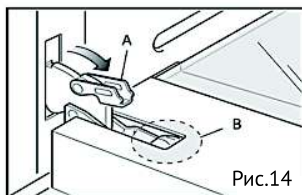

Рис.14
- Потяните на себя фиксатор «А» (рис. 14)
- Плавное закройте дверцу, до легкого упора в фиксаторы. Убедитесь, что фиксатор находится в области «В» (рис. 14 -15).
- Полностью откройте дверцу (рис. 14)